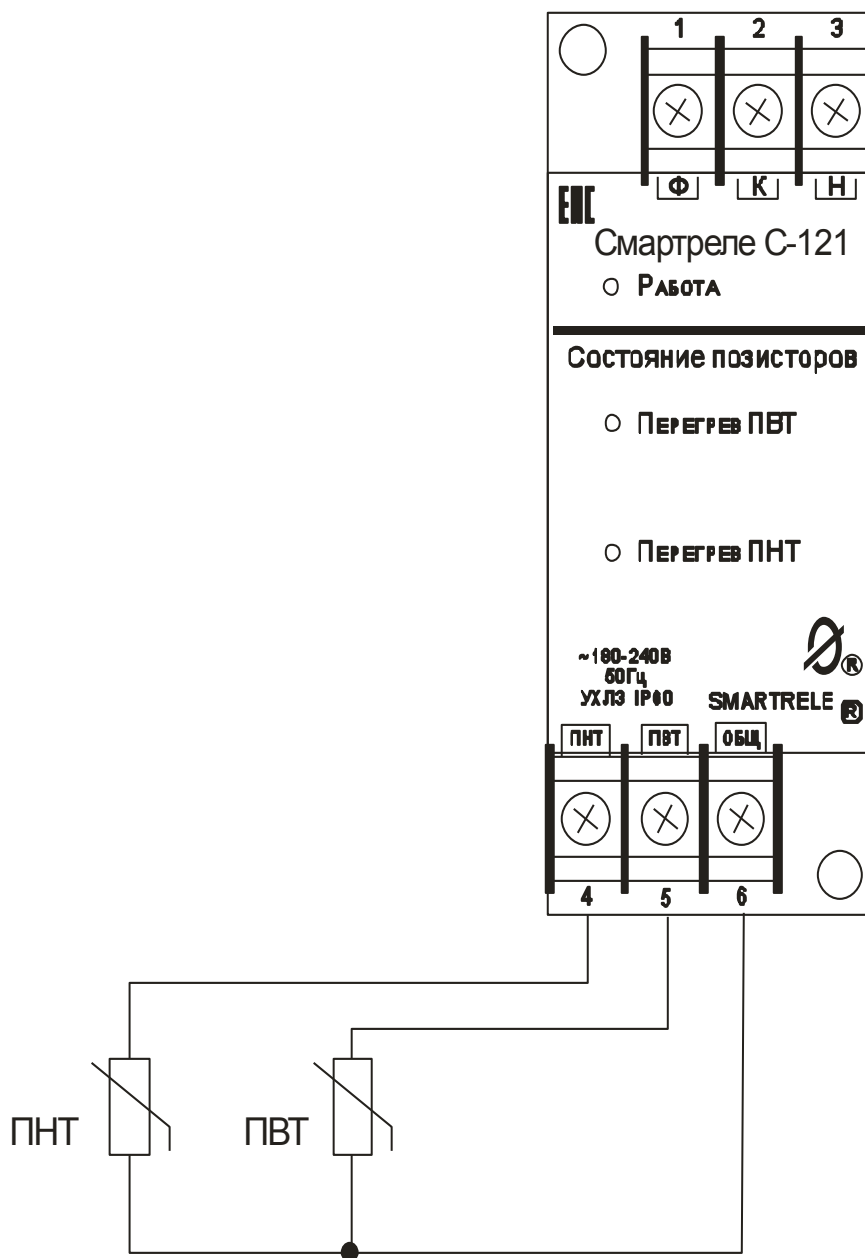

Рисунок 2 – схема подключения датчиков температуры к реле
Реле контролирует состояние позисторов (или групп последовательно соединенных позисторов) двух уровней (рис.2)
4.3 Схема подключения позисторных датчиков температуры к реле показана на рис.2.